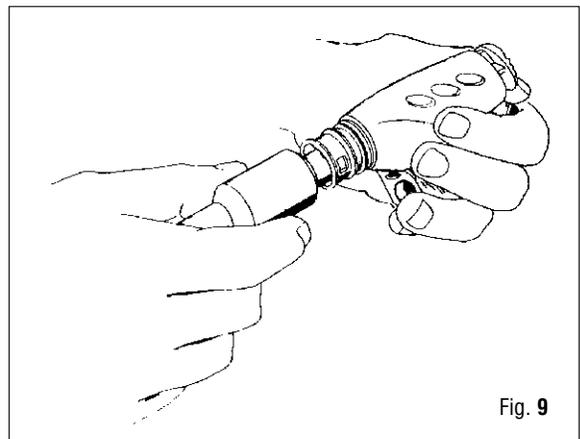

Fig. 9
5. Introduzca la herramienta especial en el interior del cuerpo de mando (46) hasta el enganche del casquillo (49) con el pulsador de descarga (52). (Fig. 9)